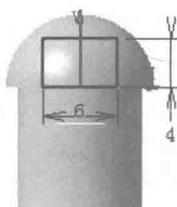

图 2.7 草图 2
Step6. 创建图 2.7 所示的草图 2。
(1) 选择命令。选择下拉菜单 **插入**  **草图编辑器**   **草图** 命令。
(2) 创建截面草图。选择“xy 平面”为草图平面，绘制图 2.7 所示的草图。